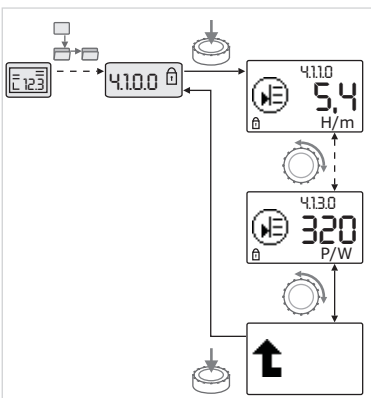

Fig. 43: Informationen abrufen
- Durch Drehen des Bedientastes Menüelemente des Typs „Information“ des aktuellen Untermenüs ansteuern (siehe Fig. 43). Erläuterung der durch Symbole repräsentierten Einstellungen siehe Tabelle in Kapitel 8.7 „Referenz Menüelemente“ auf Seite 37.